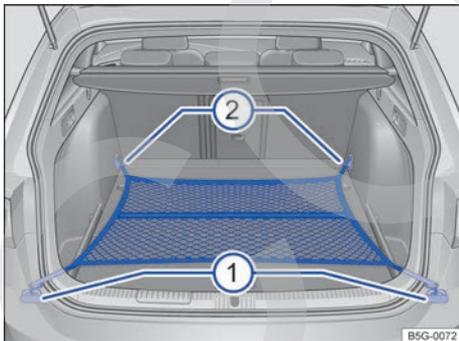

Fig. 158 En el maletero: bolsa de red enganchada a ras del piso.
- Dado el caso, levante las argollas de amarre delanteras → fig. 158 ②.
- Fije los ganchos de la bolsa en las argollas de amarre ② → ⚠. La cremallera de la bolsa tiene que quedar hacia arriba.
- Fije los ganchos de la bolsa en las argollas de amarre ①.